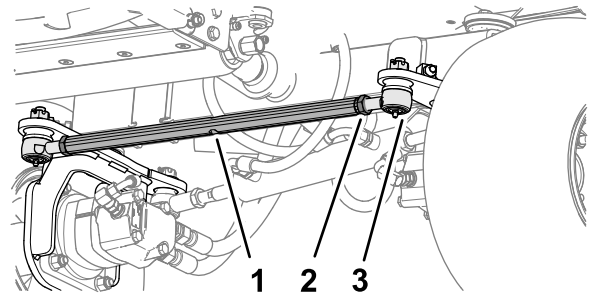

Bild 64
1. Lösen Sie an der Vorderseite des Hinterrads die beiden Sicherungsmuttern, mit denen die Spurstangenbaugruppe an den Stangenenden befestigt ist (Bild 64).
2. Richten Sie die Räder durch Drehen der Spurstange aus (Bild 64).
5. Ziehen Sie die beiden Sicherungsmuttern an, um die Spurstangenbaugruppe und die Stangenenden zu sichern (Bild 64).